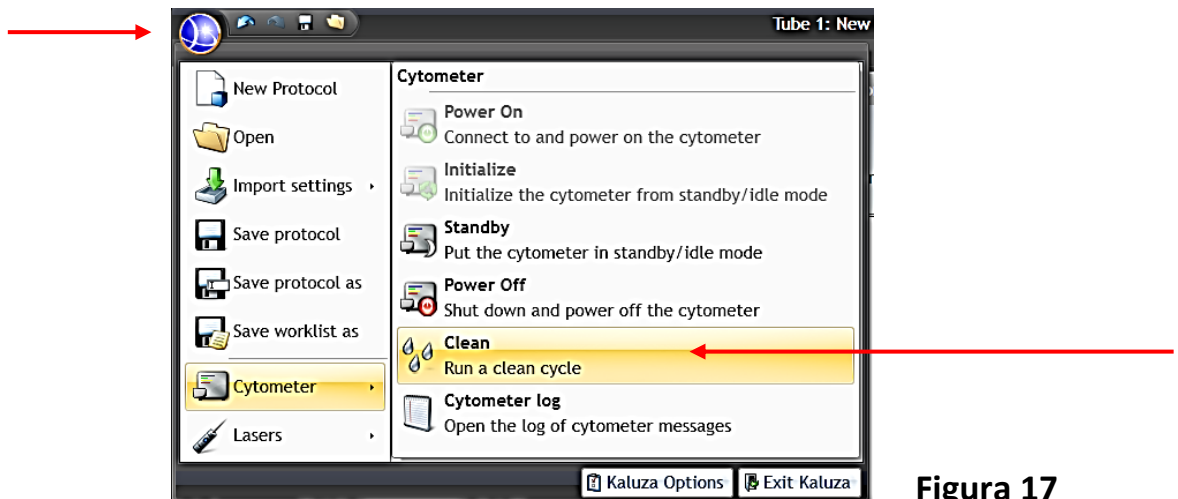

Figura 17
1.4.1.1. Al termine del lavaggio, **senza chiudere il programma Kaluza e senza inserire alcun tubo nel carosello**, cliccare l’icona blu di avvio in alto a sinistra e selezionare “Cytometer” → “Clean” (Figura 17).